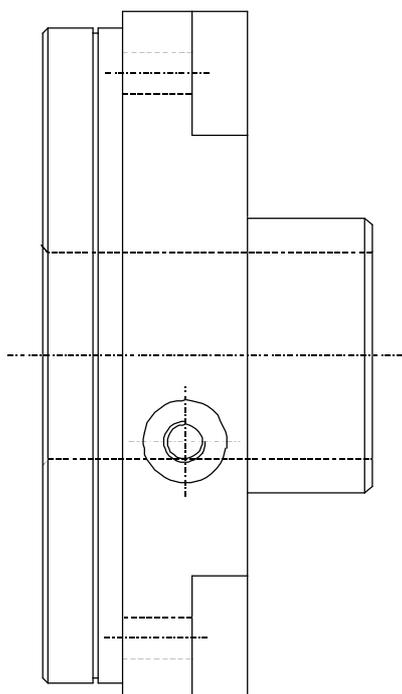

Abbildung 4.13: Vorderansicht
20. Um das ganze Bild wieder vollständig (siehe Abbildung 4.13) zu sehen, wählt man wie bekannt **[FENSTER]**? **Einpass**.